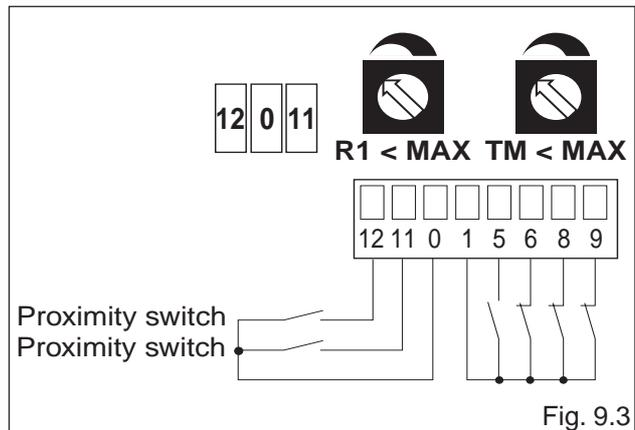

Fig. 9.3
- (Abb. 9.3) **Der Flügel fährt an die mechanischen Anschläge und kehrt die Bewegung bei Hindernissen um.** Als Fahrzeit 2-3 Sekunden mehr einsetzen als die Tür tatsächlich benötigt ($TM < MAX$.) und die Näherungsendschalter zum Öffnen und Schließen 2-3 Sekunden vor dem mechanischen Anschlag einstellen. In dieser Betriebsart hält das Tor an dem mechanischen Anschlag zum Öffnen und Schließen an.